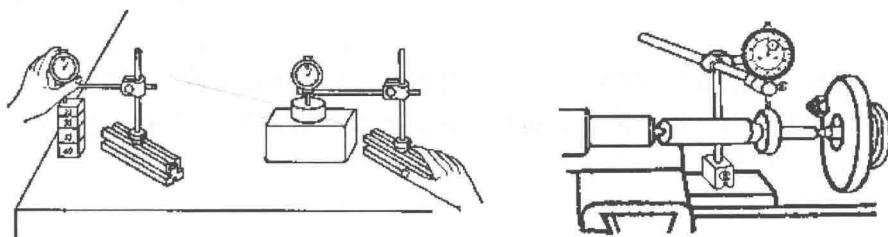

图 1-10 百分表尺寸校正与检验方法
(3) 用百分表校正或测量零件时，如图1-10所示，应当使测量杆有一定的初始测力，即在测量头与零件表面接触时，测量杆应有0.3~1mm的压缩量，使